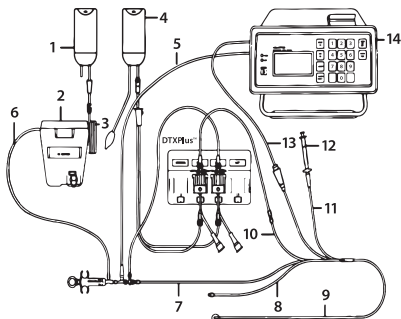

Figura 1. Configuração do sistema de circuito fechado
12. Ligar o alojamento do sensor de injetável e o conjunto Critikit™ ao lúmen CVP pré-cheio no cateter PA (ver Figura 1). Fixar o sistema do injetável para garantir o movimento mínimo das ligações.
19. Ligar o cabo do sensor em linha (modelo SP4045 ou outro cabo compatível) ao alojamento do sensor de injetável, empurrando o conjunto de molas para o alojamento e apertando (ver Figura 1).